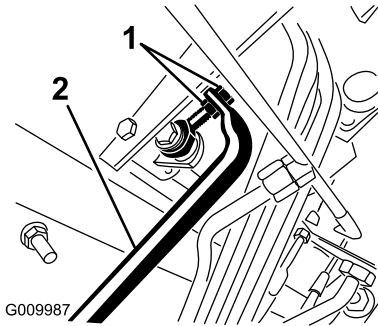

Figura 109
5. Regolate i controdadi dal lato asta della pompa per muovere in avanti il tubo di controllo della pompa ed eliminare lo spostamento in avanti, o per muoverlo indietro ed eliminare lo spostamento indietro (Figura 109).